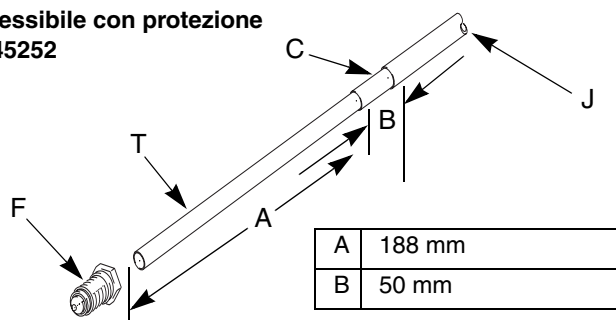

Fig. 4. Dimensioni del flessibile a base acquosa (sulla pistola)
- Per essere adattato correttamente, il flessibile del fluido deve essere scoperto e assemblato alle dimensioni riportate in Fig. 4. Spingere il flessibile interno (T) nel raccordo (F) fino al fondo del flessibile. Un nuovo flessibile del fluido a base acquosa della Graco viene fornito completamente assemblato a queste dimensioni.